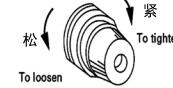

图11(Fig.11)
2.针控线杆的调整(图11)针线控线杆(B)根据缝线的种类来选择使用状态，放松螺钉(A)将(B)上下移动调整，在使用伸展性较大的缝线时将(B)上移，则针孔处的线环就会变大，利于勾线。
Turn thread knob clockwise for tighter tension and vice versa (Fig.11)